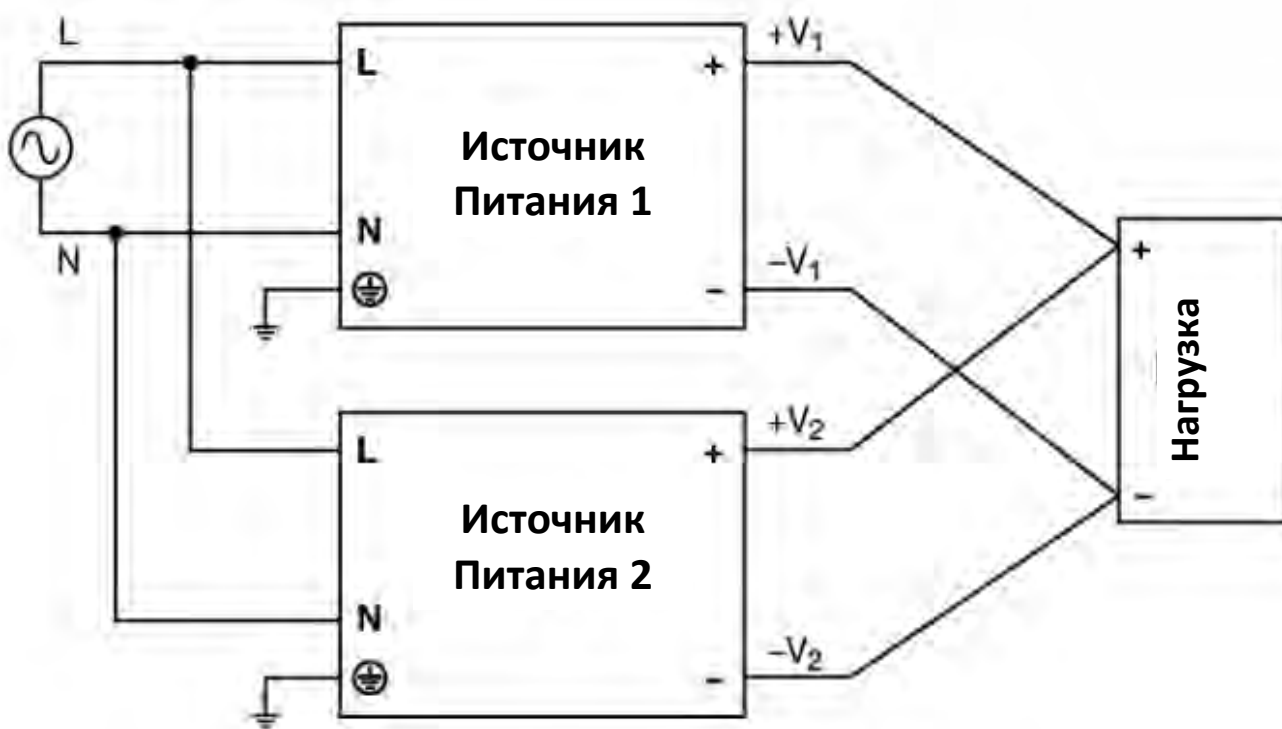

Рис. 6.1. Подключение по схеме параллельного включения.
1) Схема параллельного подключения (см. рис.6.1).